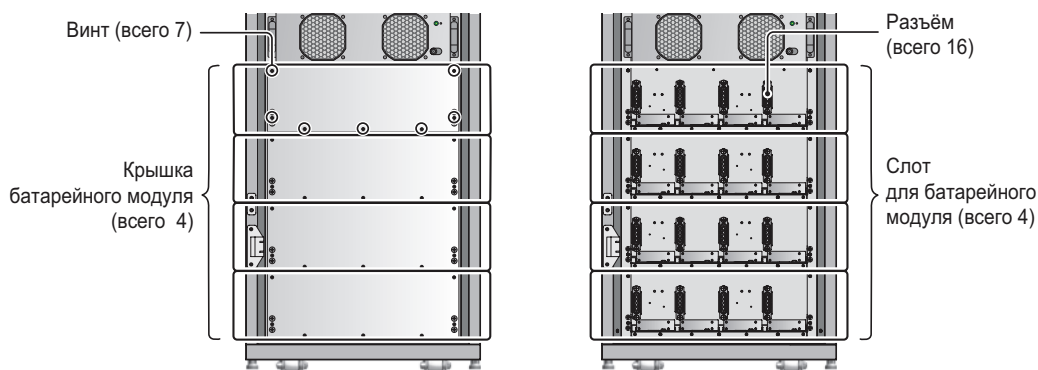
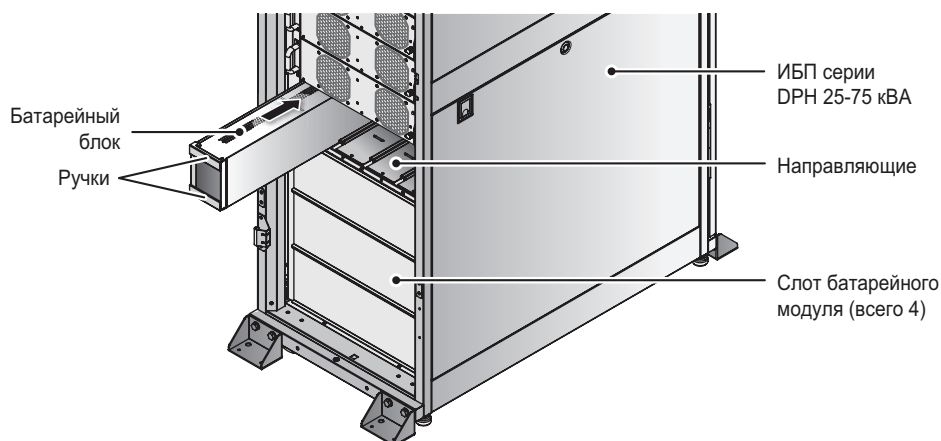

Рис. 5-15. Снятие крышек батареечного модуля
Рис. 5-16. Монтаж батарейного модуля
- 1 Откройте переднюю дверцу и снимите необходимое число крышек, чтобы получить доступ к слотам батареечных модулей (крышки закреплены семью винтами). См. **Рис. 5-15**.
- 2) Возьмите батарейный блок за ручки (см. **Рис. 5-16**), вставьте его в батарейный слот (см. расположение разъёмов на **Рис. 5-15**) и по направляющим вдвиньте внутрь. Убедитесь, что блок надёжно подсоединён к разъёму. Батарейный модуль состоит из четырёх батарейных блоков, каждый из которых необходимо установить в слот батарейного модуля на одном уровне (см. **Рис. 5-15** и **Рис. 5-16**). Число батарейных модулей выбирается исходя из требуемого времени автономной работы.
- 1) Откройте переднюю дверцу и снимите необходимое число крышек, чтобы получить доступ к слотам батарейных модулей (крышки закреплены семью винтами). См. **Рис. 5-15**.